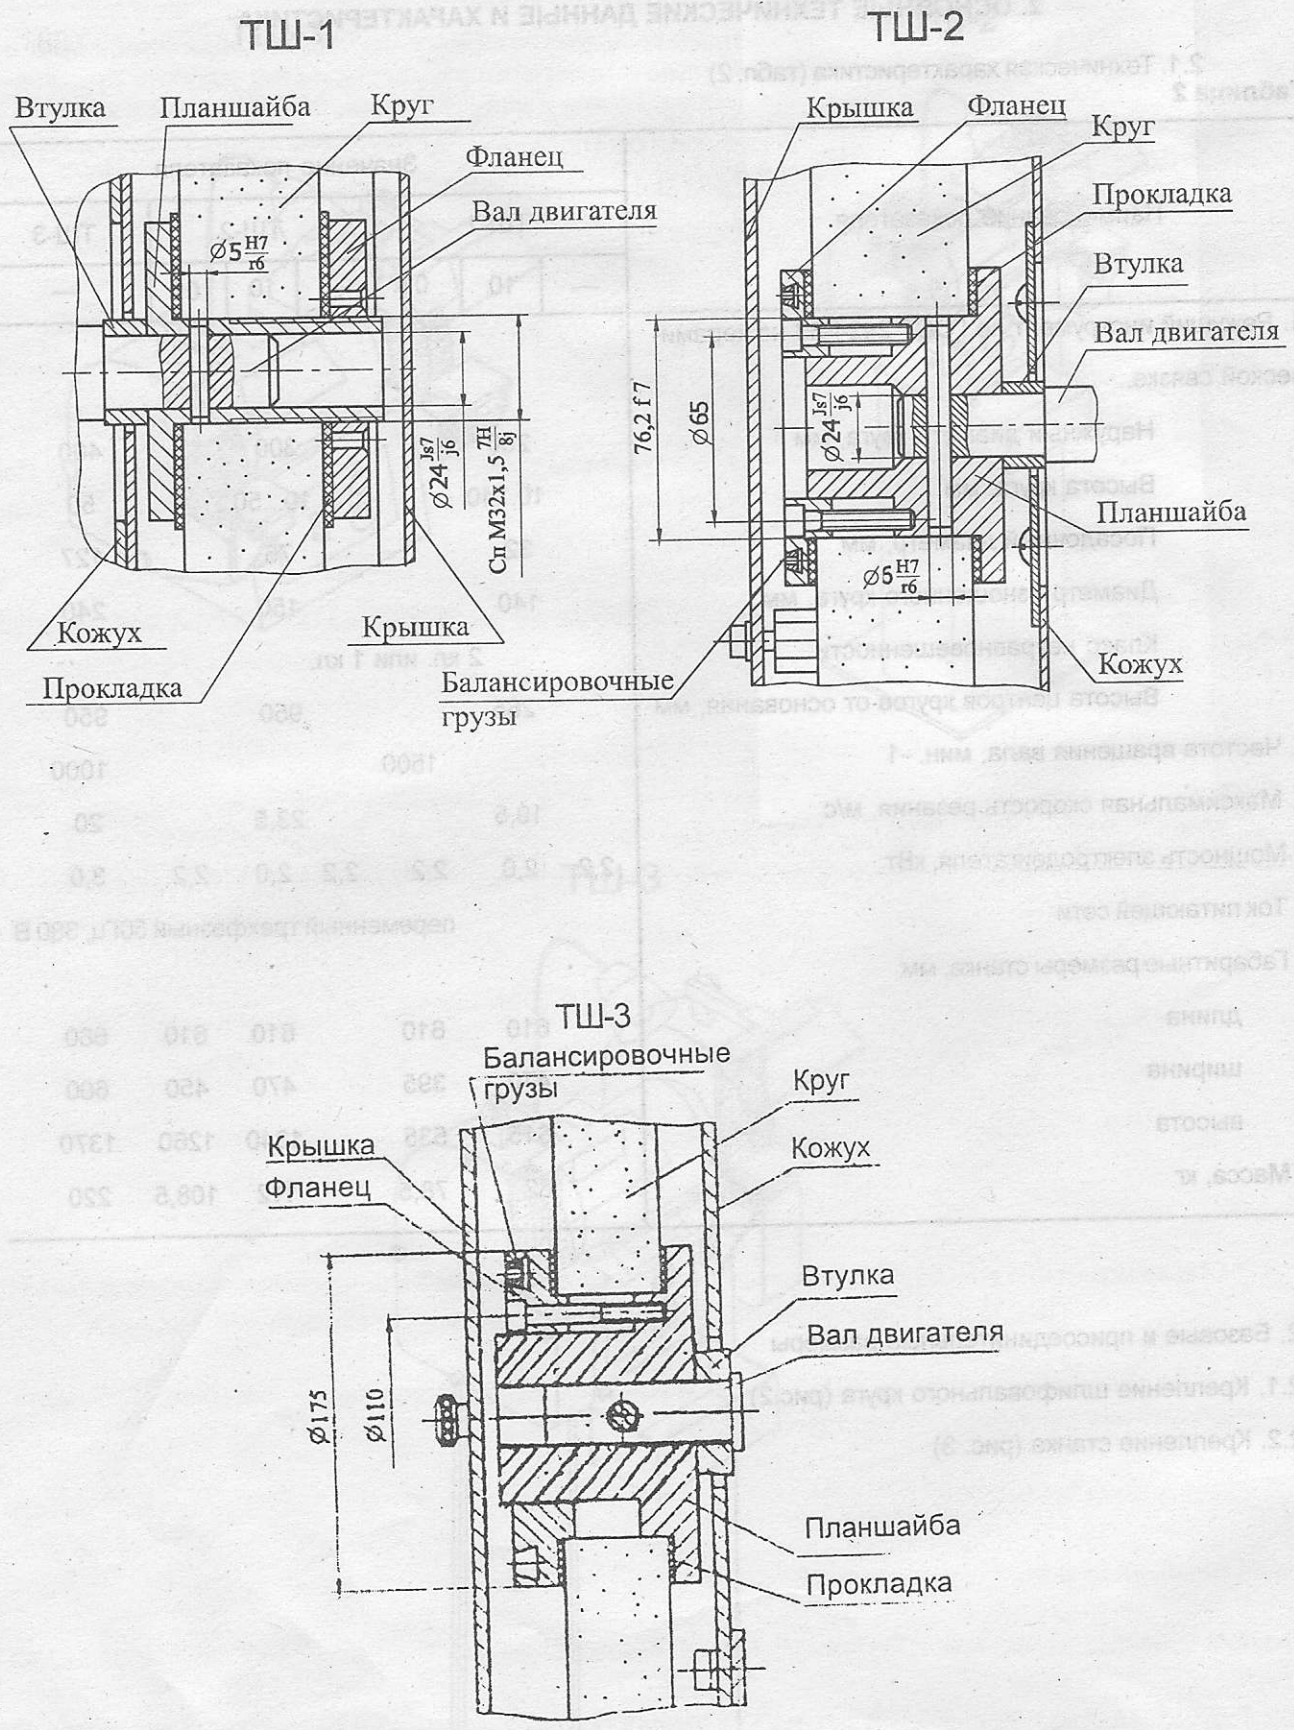

Рис. 2. Крепление шлифовального круга.
2.2.1. Крепление шлифовального круга (рис.2)
4.9. После установки нового шлифовального круга на станки мод. ТШ-2, ТШ-3 необходимо произвести балансировку при помощи балансировочных грузов (см. рис. 2). Для этого находим точку наименьшей вибрации путем смещения груза. Если одного груза недостаточно, берем второй и т. д. до получения виброскорости на подручнике. Таким же способом балансируют второй круг, затем два круга вместе, т. к. балансировка второго круга влияет на первый круг.
Установка подручников 5 и 6 в требуемом положении производится перемещением их в пазах кронштейнов 7 и 8, которые, в свою очередь, крепятся к подставке (тумбе) и могут перемещаться относительно нее. На валу электродвигателя имеются планшайбы для установки кругов. Крепление кругов см. рис. 2. Перечень органов управления и графических символов приведен в табл. 5.